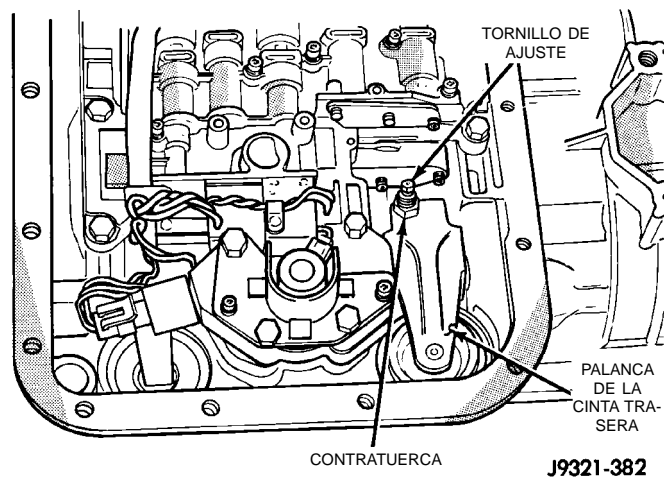

Fig. 269 Localización del tornillo de ajuste de la cinta trasera
- (1) Eleve el vehículo.
- (2) Retire el colector de aceite de la transmisión y vacíe el líquido.
- (3) Afloje la contratuerca del tornillo de ajuste de la cinta 5 a 6 vueltas (Fig. 269). Asegúrese de que el tornillo de ajuste gire libremente en la palanca.
- (4) Apriete el tornillo de ajuste con una torsión de 8 N-m (72 lbs. pulg.).